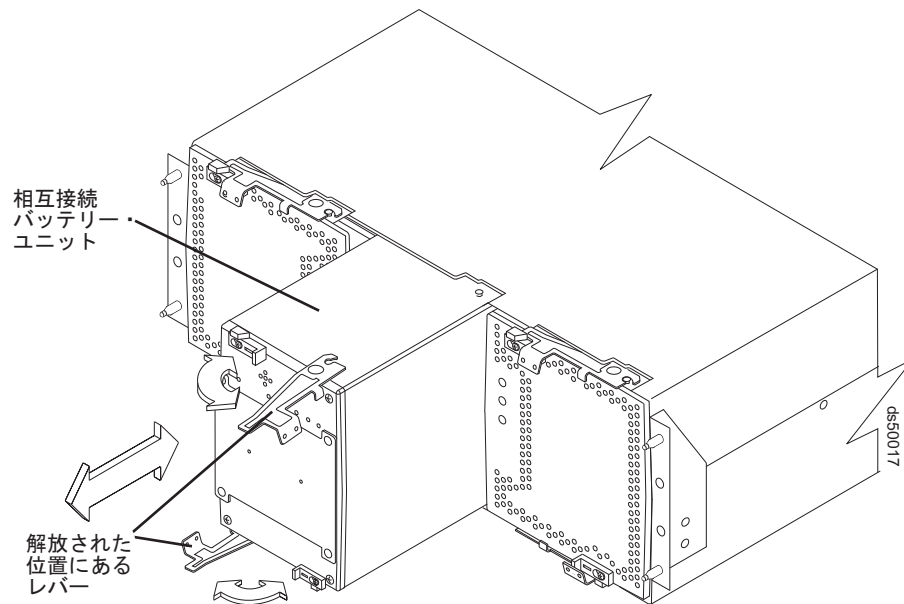

図 133. DS5100 または DS5300 から相互接続バッテリー・ユニットの取り外し
7. 相互接続バッテリー・ユニットの上部および下部両方のレバーのラッチを外し、両方のレバーを同時にそのまま外に回転させて、障害のある相互接続バッテリー・ユニットを取り外します。(242 ページの図 133 に、ストレージ・サブ